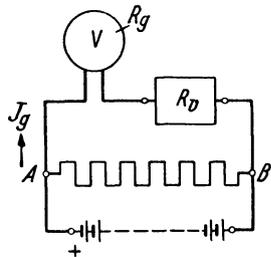

Abb. 11. Drehspulinstrument mit Vorwiderstand.
Sollen nun höhere Spannungen gemessen werden, so muß man bedenken, daß die Stromspule einen größeren Strom als $0,015 \text{ A}$ nicht verträgt, man muß daher, entsprechend der zu messenden Spannung, einen Vorwiderstand R_v in den Stromkreis des Instruments einschalten, wie Abb. 11 dies zeigt. Solche Vorwiderstände werden in Kästen, für mehrere Meßbereiche, untergebracht, und kann der jeweilige Widerstand durch Stecken eines Stöpsels eingeschaltet werden.
65. Einem 100 ohmigen Drehspulgalvanometer sind $9900 [8900] \Omega$ vorgeschaltet (Abb. 11). Welche Spannung herrscht zwischen den
67. Die Spannung zwischen A und B (Abb. 11) beträgt schätzungsweise 25 [40] V. Welcher Widerstand muß dem 100 Ω Galvanometer vorgeschaltet werden, damit dann 150° Ausschlag entstehen, und wie groß ist die Spannung in Wirklichkeit, wenn das Galvanometer nur 149 Grad anzeigt?